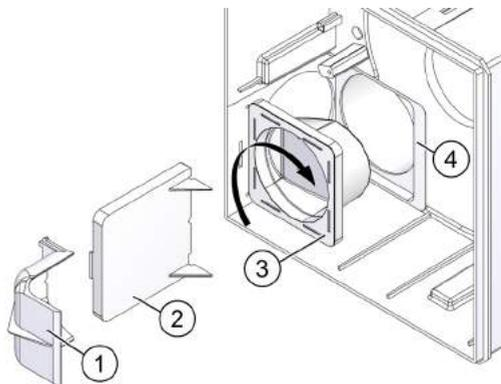

Рис. 36: отрегулировать положение обратного клапана в зависимости от монтажного положения
- ▶ Снимите дефлектор (поз. 1 на рис. 36) (только для U-H и UB-H).
- ▶ Снимите затворную пластину (поз. 2 на рис. 36).
- ▶ Выньте держатель клапана (поз. 3 на рис. 36) с обратным клапаном и уплотнителем из вытяжного патрубка (поз. 4 на рис. 36).